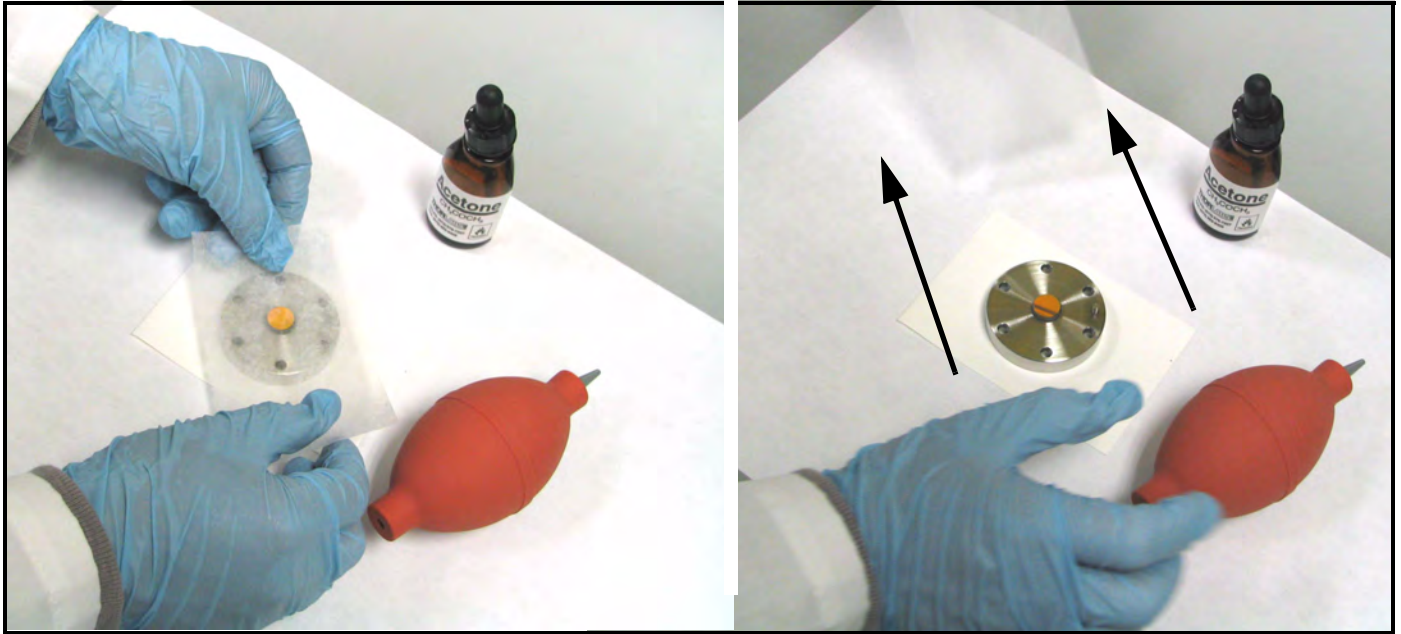

Figura 78: Pase por el espejo el papel para limpiar lentes humedecido.
8. Coloque el papel para limpiar lentes húmedo sobre el espejo y páselo por la superficie del espejo en sentido horizontal (vea la Figura 78).